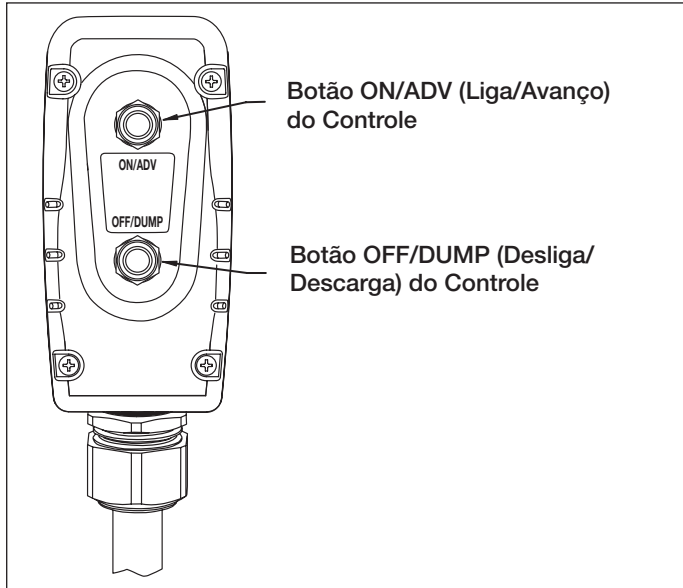

Figura 7, Botões do Controle
### 5.2 Operação do Controle (Ver Figura 7)
5. Para acionar a bomba, pressione o botão “ON/ADV” no controle. Ver Figura 7. O motor começará a girar automaticamente, fazendo com que o torquímetro avance. O avanço do torquímetro continuará enquanto o botão estiver pressionado.